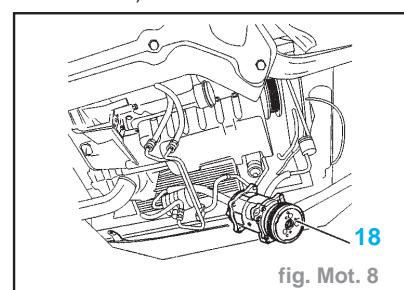

fig. Mot. 8
- Sans ouvrir le circuit de fluide frigorigène, écarter le compresseur de réfrigération (18) (fig. Mot. 8).